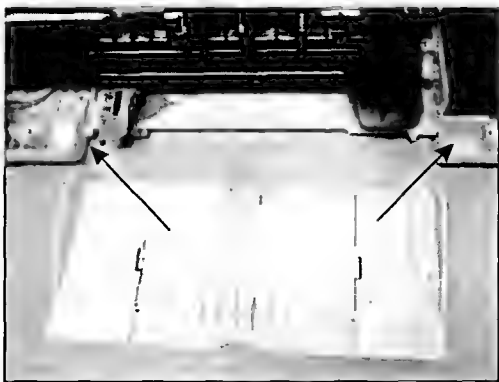

Рис. 2.4
2. Снимают лоток подачи бумаги. Он находится в пазах между половинками корпуса (рис. 2.4), достаточно его чуть приподнять и потянуть на себя.